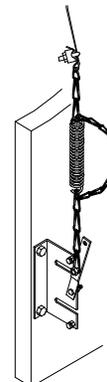

Figure 23 Position embrayée
3. Pour revenir au fonctionnement électrique, tirez simplement le levier vers le haut à la position « embrayée » (Figure 23).